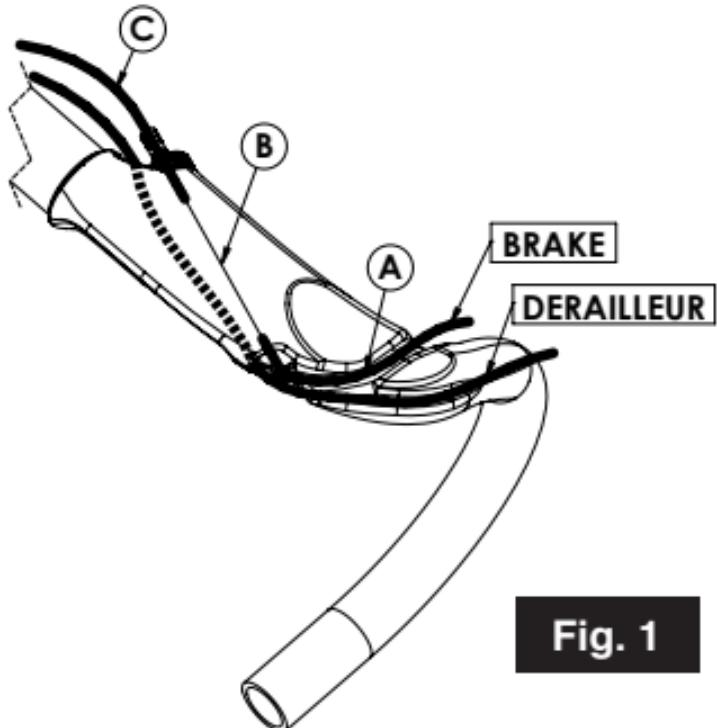
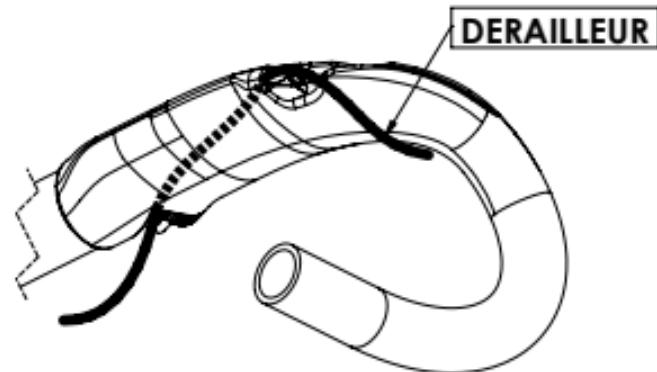

Fig. 1
Fig. 2
## ROUTAGE DES FREINS (Fig.1)
## **ROUTAGE DES DERAILLEURS (Fig.1 & 2)**
Selon le modèle de manette, la gaine de dérailleur doit passer soit dans la rainure extérieure du cintre (Fig. 1), soit dessous le cintre (Fig. 2).
**Groupe électrique :** Le cheminement est le même. Passer le fil dans la rainure extérieure du cintre (Fig.1) et le maintenir par un ruban adhésif.